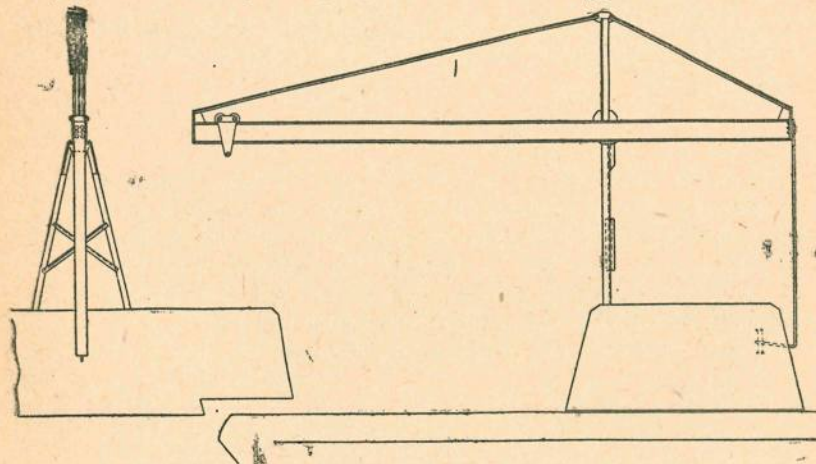

Рис. 58. Установка крана-стрелы на башне танка
а) Замена бортового фрикциона (рис. 58—60)
- б) установить кран-стрелу на башне танка (рис. 58);